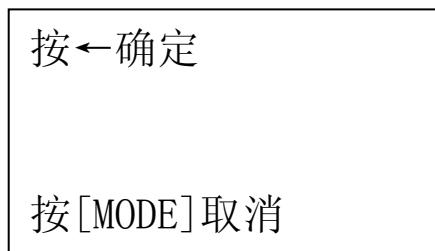

图 35
e. 按←键进入确认界面，此刻按←键确认删除当前文件，按**MODE**键返回菜单状态。如图 35
- g. 按 \leftarrow 键进入图 35 确认界面，此刻按 \leftarrow 键确认删除所有数据，按 **MODE** 键返回菜单状态。
- 用 \uparrow 或 \downarrow 键移动光标至 **恢复默认设置**，按 \leftarrow 键将进入图 35 确认界面，此刻按 \leftarrow 键确认恢复默认设置，按 **MODE** 键返回菜单状态。